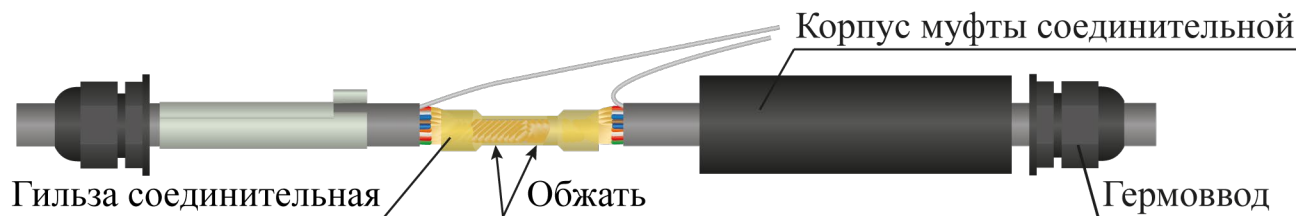

Рисунок 4.34
– взять гильзу соединительную, одеть её на зачищенную часть кабеля, обжать специальным инструментом (рекомендуется применять клещи обжимные) (рисунок 4.34);
– в ответное отверстие гильзы вставить зачищенные концы жил другого ремонтируемого кабеля. Гильзу обжать с помощью специального инструмента (рекомендуется применять клещи обжимные КО-01 или аналог) (рисунок 4.34) (**обжатие пассатижами не обеспечивает требуемого качества электрического контакта**);